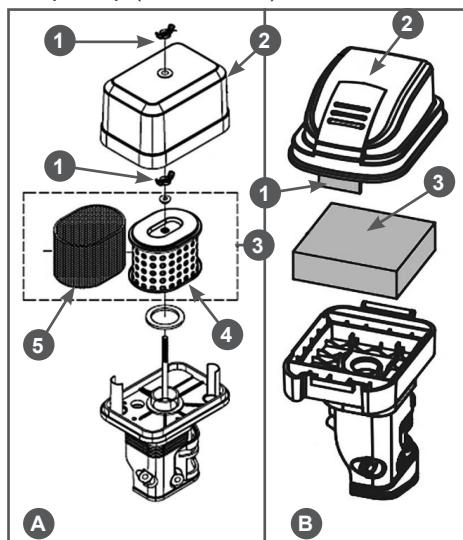

Рис. 10 Обслуживание воздушного фильтра G201HK, G210HK, G210HT
1. Открутите барашковую гайку (отогните фиксатор крышки воздушного фильтра) (Рис. 10 п. 1) и снимите крышку воздушного фильтра (Рис. 10 п. 2).
2. Извлеките из корпуса воздушный фильтр (Рис. 10 п. 3).
3. Проверьте целостность и чистоту воздушного фильтра. Поролоновый (предварительный) фильтрующий элемент типа «А» (Рис. 10А п. 5)
- установлен на корпусе бумажного фильтрующего элемента (Рис. 10А п. 4).
- При незначительном загрязнении промойте поролоновый фильтр (Рис. 10А п. 5 и Рис. 10В п. 3) теплым мыльным раствором и просушите. Поврежденный или сильно загрязненный поролоновый фильтр замените.
- Воздушный фильтр тип «В» - поролоновый (Рис. 10В п. 3) смочите специальным или чистым моторным маслом, после чего отожмите излишки масла.
Бумажный фильтрующий элемент (Рис. 10А п. 4) не подлежит очистке, необходима его замена. Не продувайте бумажный фильтрующий элемент сжатым воздухом, не промывайте его в бензине и других растворителях. Эксплуатация двигателя с грязным или поврежденным воздушным фильтром, или без воздушного фильтра приведет к попаданию грязи и пыли в карбюратор и двигатель, что в свою очередь, станет причиной его быстрого износа. Двигатель в этом случае не подлежит ремонту по гарантии.